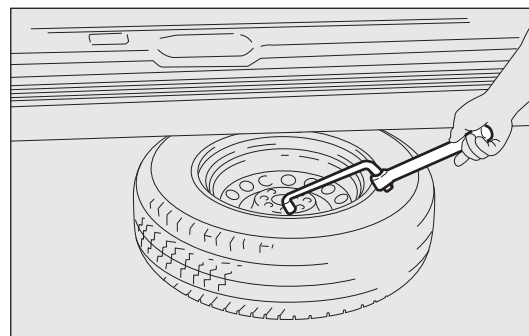

fig. 169
- utilizzare la chiave smontaggio ruote per trascinare la ruota fuori dal veicolo fig. 169;